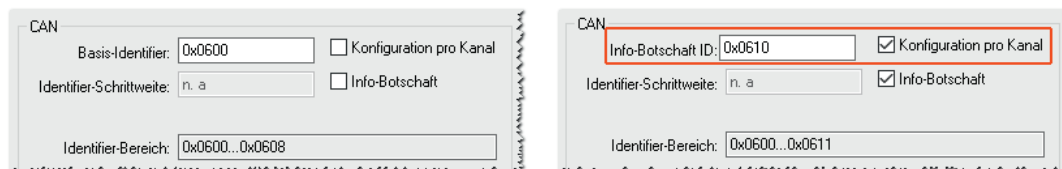

Abb. 6-39: Dialog für Gerätekonfiguration, Dialogbereich **CAN**
- ▶ Die Bezeichnung des Felds **Basis-Identifier** ändert sich in **Info-Botschaft ID** (Abb. 6-39). In diesem Feld wird dann die Start-ID der zuerst aktivierten optionalen CAN-Botschaft angezeigt.